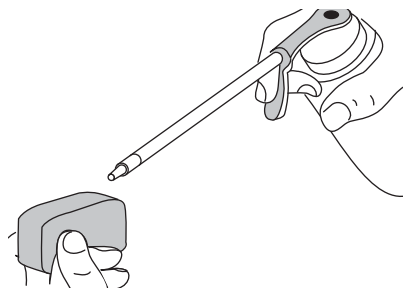

Fig. 25
4. Aplique suficiente aceite limpio de motor SAE 30 para recubrir ligeramente el filtro (Fig. 25).